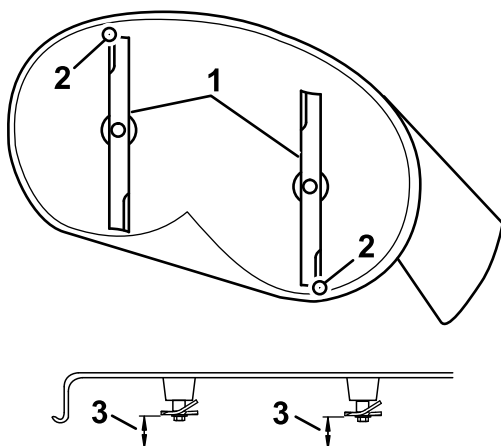
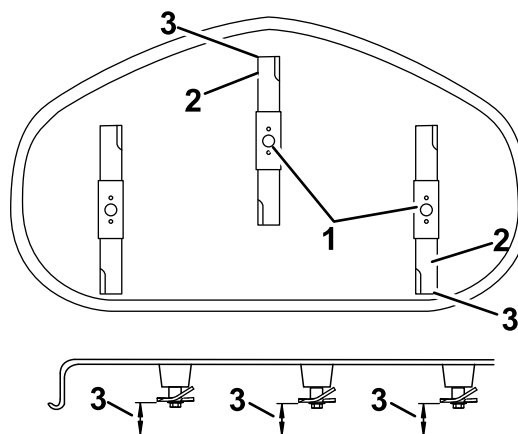

**Figure 66**
**Figure 67**
4. Faites pivoter les lames avec précaution pour faire passer les pointes avant à l'arrière (Figure 66).
5. Mesurez la distance entre la pointe de la lame avant et la pointe de la lame arrière par rapport à la surface plane (Figure 66 ou Figure 67).